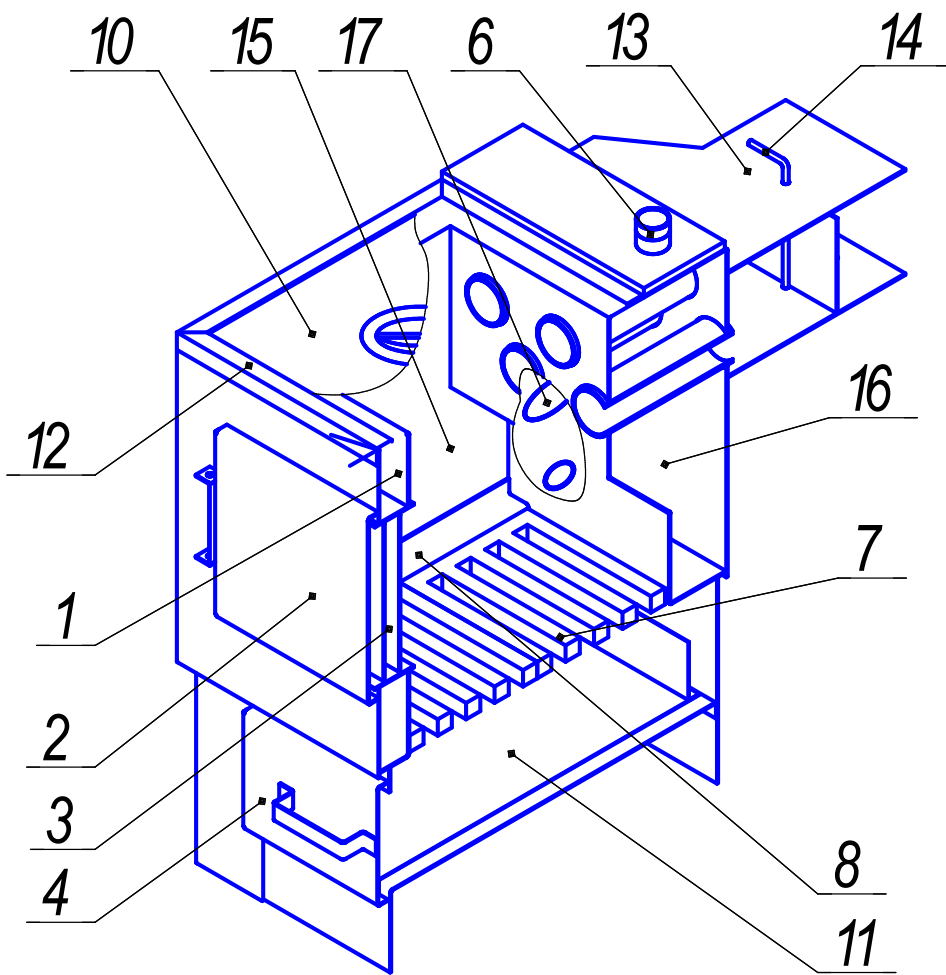

Рис.1 Конструкция отопительного аппарата
Отопительный аппарат (рис. 1) сварной конструкции состоит из корпуса 1, топки 15, дымохода 13 и плиты 10 с конфорками, которая удерживается рамкой 12. (АОТВК-1-12-6 и без плиты АОТВК-14-6)
2. Дымоход 13 (рис.1) футеровать асбестовым картоном толщиной 3-5мм.